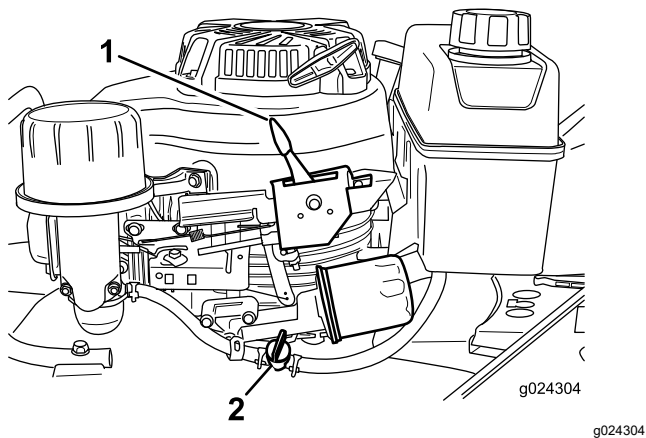

Figura 15
2. Abra a válvula de combustível deslocando a alavanca da válvula de combustível para a **direita** (Figura 15).
Liberte a barra de controlo da lâmina e desloque a alavanca de controlo do acelerador (Figura 15) para a posição PARAR.
Nota: Feche a válvula de combustível (Figura 15) se não ligar o motor logo depois.